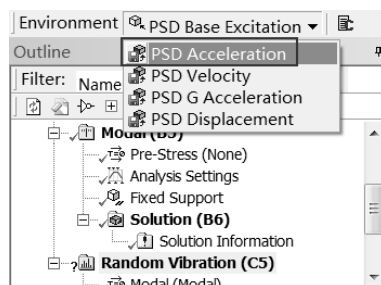

图 10-36 添加激励
Step2: 选择 Environment 工具栏中的 PSD Base Excitation (基础激励响应分析) PSD Acceleration (加速度谱激励) 命令, 如图 10-36 所示, 此时在分析树中会出现 PSD Acceleration 选项。